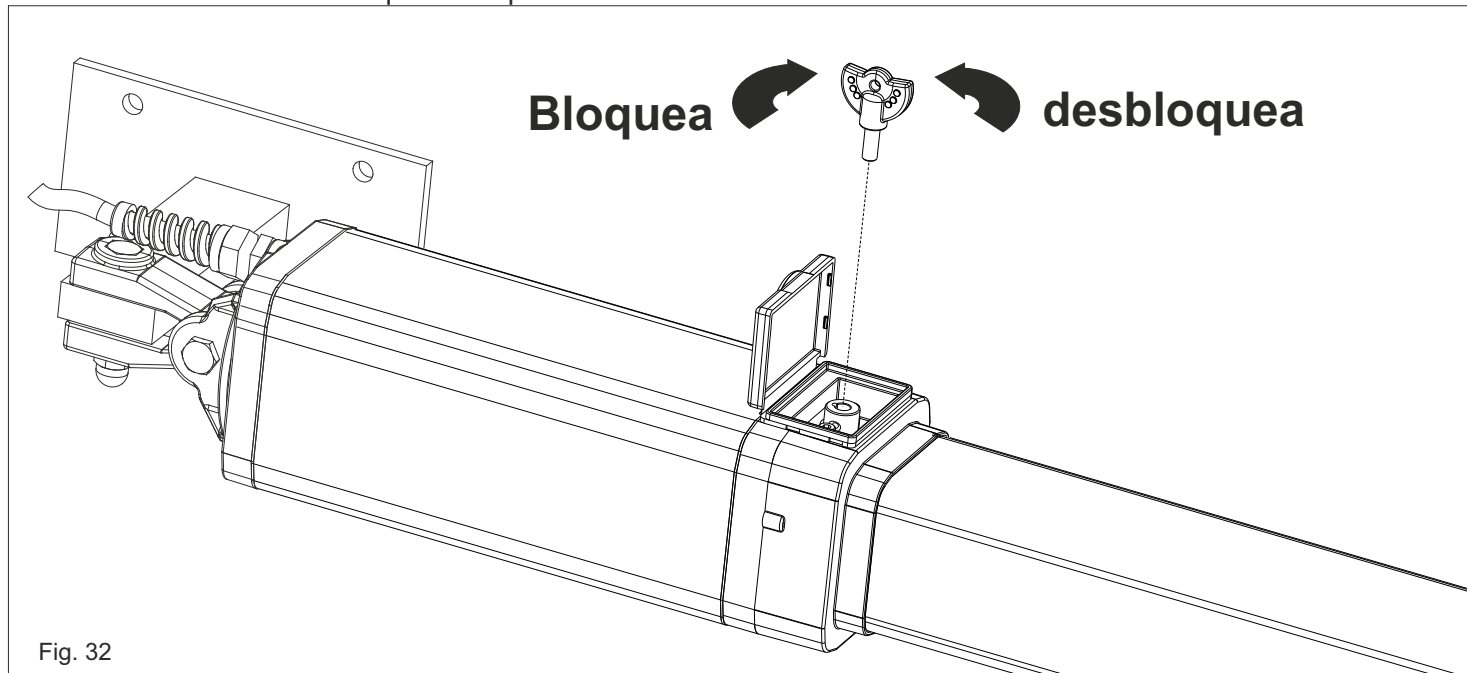

Fig. 32
-Insertar la llave y girarla en sentido antihorario 180 grados (Fig.32).
-Insertar la llave y girarla en sentido horario hasta el cierre (Fig.32).